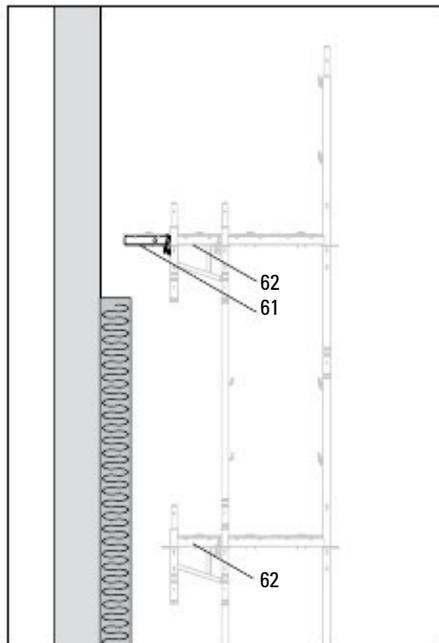

Fig. D1.07
2. Демонтирайте челния парапет EPF (53) и парапетната стойка EVP (50) от крайните сегменти.
4. Демонтирайте опорите UC 33 (61) или конзолите ECM 33. (Fig. D1.07 + D1.08)
(Fig. D1.07)